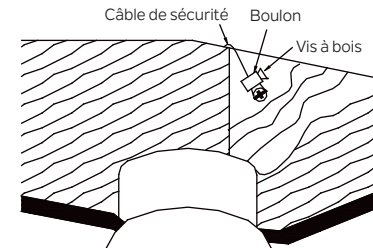

Fig. 7
Étape 2. Insérez le câble de sécurité à travers le support de montage et l'un des trous du boîtier de sortie dans le plafond. Ajustez la longueur du câble de sécurité pour atteindre la vis et les rondelles en tirant le câble supplémentaire à travers le serre-câble jusqu'à ce que la longueur totale soit correcte, remettez l'extrémité du câble à travers le serre-câble, formant une boucle à l'extrémité du câble. Serrez fermement le serre-câble. Maintenant, placez la boucle à l'extrémité du câble de sécurité sur la vis à bois et sous la rondelle. Serrez fermement la vis à bois. (Fig. 7)